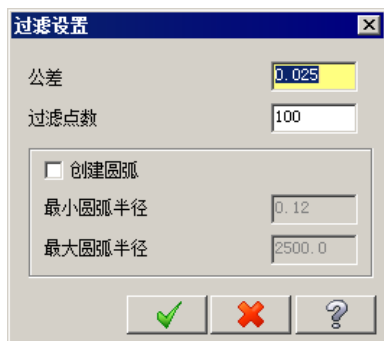

图 8.4.16 “过滤设置”对话框
- **过滤(F)...** 按钮：用于设置除去精加工时不必要的刀具路径。选中 **过滤(F)...** 前的复选框，单击此按钮，系统弹出图 8.4.16 所示的“过滤设置”对话框，用户可以通过该对话框对程序过滤的相关参数进行设置。